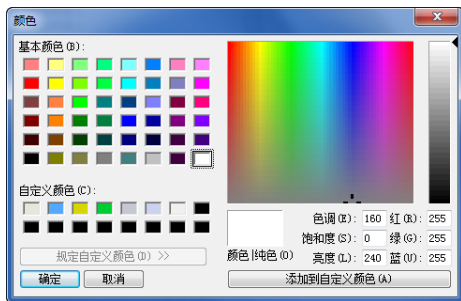

图 1-35 “颜色”对话框
(3) 在右侧“系统颜色”一栏中选择“视区背景”，然后单击“编辑”按钮，此时系统弹出图 1-35 所示的“颜色”对话框，在其中选择设置的颜色，然后单击“确定”按钮。可以使用该方式，设置其他选项的颜色。